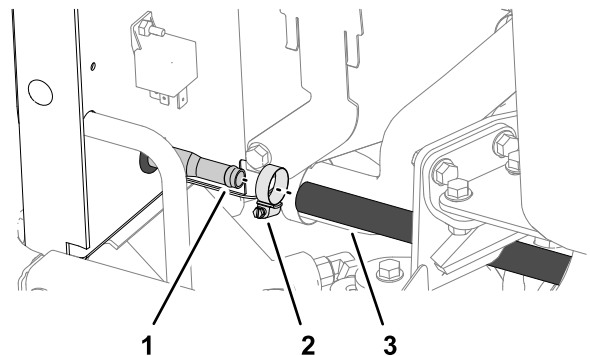

Figura 12
2. Retire la abrazadera que fija la manguera de entrada del enfriador hidráulico al tubo hidráulico de entrada y separe la manguera del tubo (Figura 12).